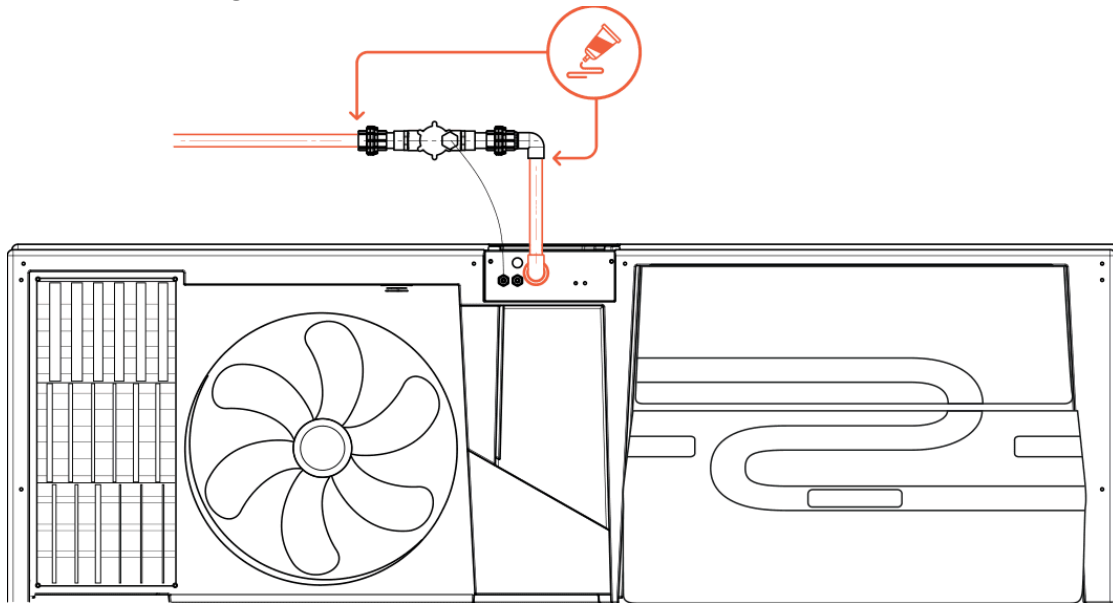

Figure 21 Alimentation d'eau principale
- a. Branchez et collez les tuyaux du système à l'eau de son bâtiment et à l'échangeur, selon la Figure 21.